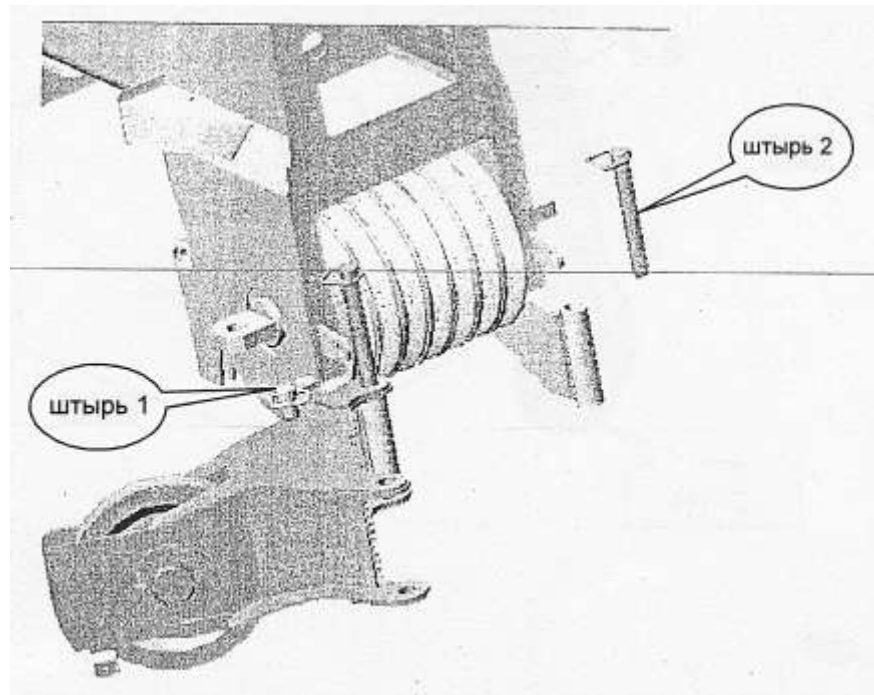

Рис. 10-8 Ролик на острие стрелы
10.5.1 Колесо на острие стрелы состоит из подставки, вала с роликом, ролика и штепселя. Смотрите рисунок 10-8. Во время движения или, когда он не используется, установлен снаружи головки основной стрелы.